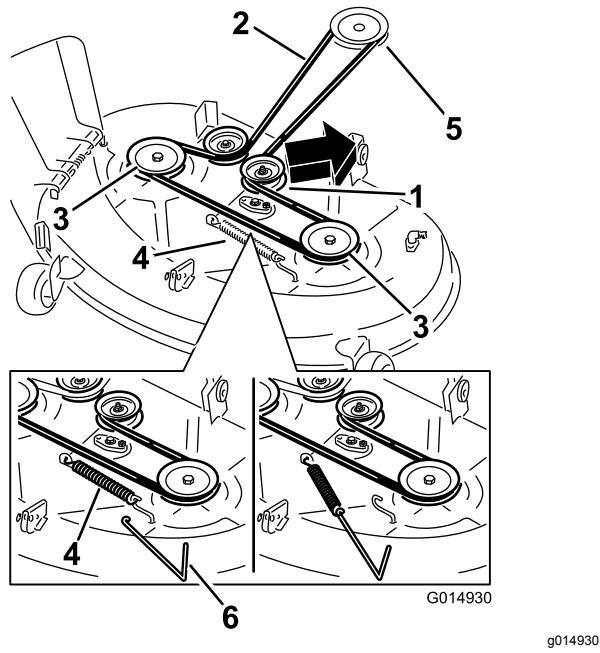
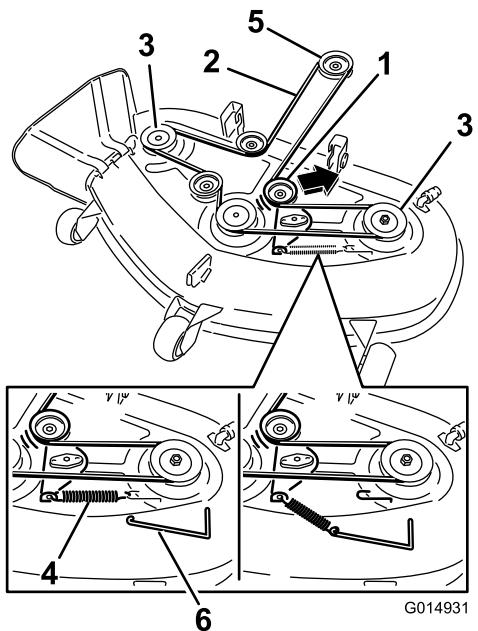

Figura 58
Figura 59
- Usando una herramienta para la retirada de muelles (Pieza Toro Nº 92-5771), retire el muelle tensor del gancho de la carcasa para eliminar la tensión de la polea tensora, y retire la correa de las poleas (Figura 58 y Figura 59).
- Pase la correa nueva alrededor de las poleas del motor y del cortacésped (Figura 59).
- Usando una herramienta para la retirada de muelles, instale el muelle tensor sobre el gancho de la carcasa y tense la polea tensora y la correa del cortacésped (Figura 58 y Figura 59).